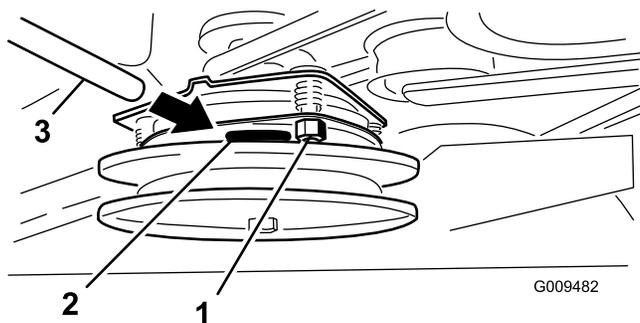

Figura 60
2. Si es necesario un ajuste, utilice una galga de 0,381 mm para ajustar cada una de las tres posiciones de la ranura de ajuste. Apriete las contratuercas hasta fijar ligeramente la galga pero dejando que ésta se pueda mover con facilidad en la separación (Figura 60).